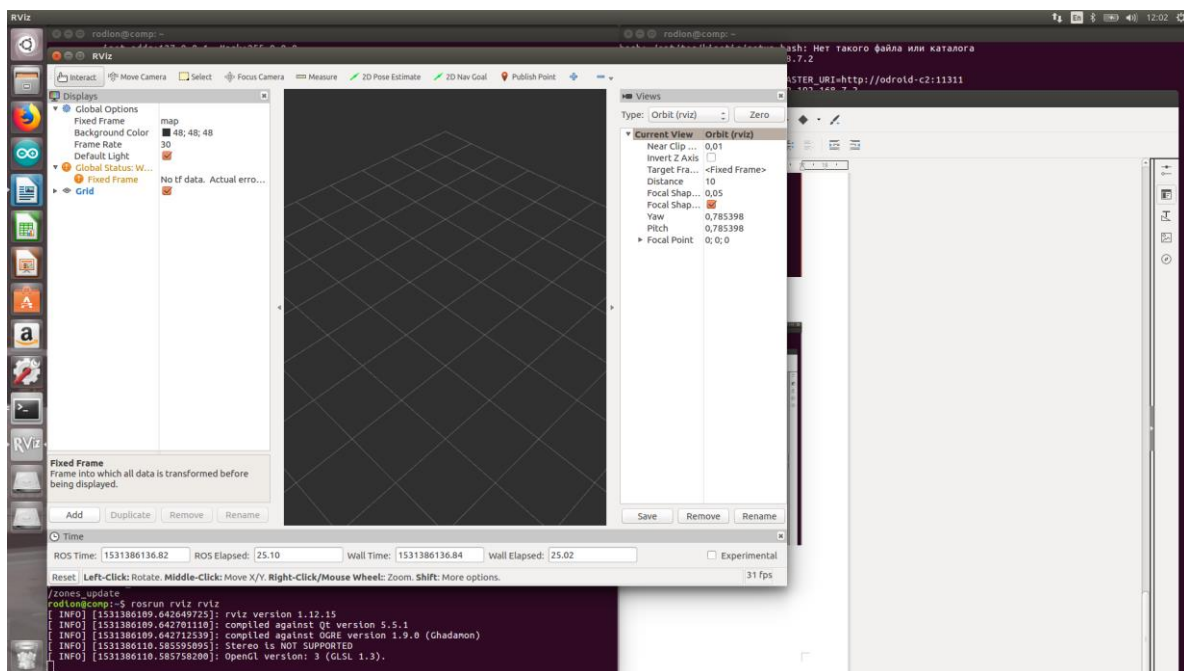

Рис. 26. Окно утилиты rviz
8. Запускаем утилиту RVIZ командой «*roslaunch rviz rviz*» (рис. 26):